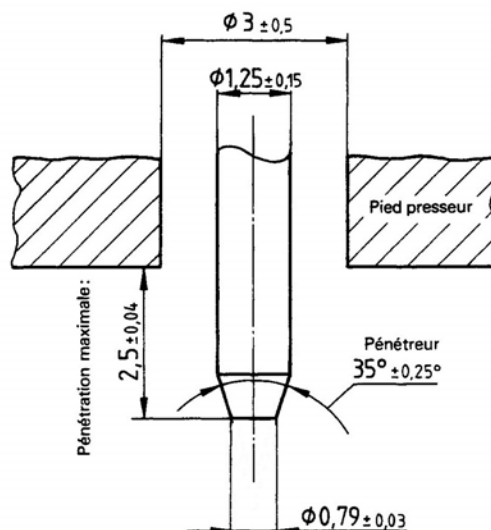
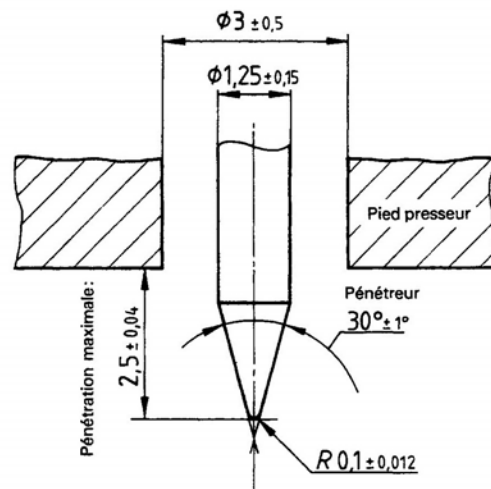

Figure 1 - Pénétrateur pour le duromètre du type A
Figure 2 - Pénétrateur pour le duromètre du type D
4.2 Pénétrateur, constitué d'une barre d'acier trempé de diamètre compris entre 1,10 et 1,40 mm, de forme et de dimensions indiquées sur la figure 1 pour le duromètre du type A et sur la figure 2 pour le duromètre du type D.